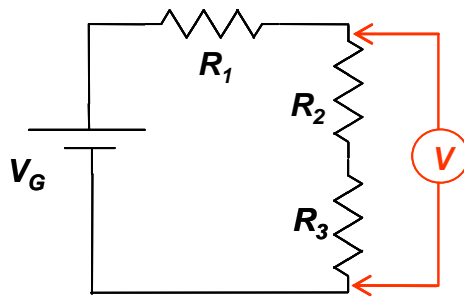

Figura 3.7. Circuit per mesurar l'error d'intrusisme del voltímetre
2. Considera el circuit de la figura 3.7 sense el voltímetre, amb la font ajustada a  $10 V$  i amb les següents resistències:  $R_1 = 560 k\Omega$ ,  $R_2 = R_3 = 1 M\Omega$ . Calcula la tensió que hi hauria entre els punts on després es connectarà el voltímetre.
Munteu el circuit de la figura 3.7 amb la font ajustada a 10 V i 50 mA de corrent límit, i amb les següents resistències:  $R_1 = 560 \text{ k}\Omega$ ,  $R_2 = R_3 = 1 \text{ M}\Omega$ . Mesureu la tensió entre els punts indicats.